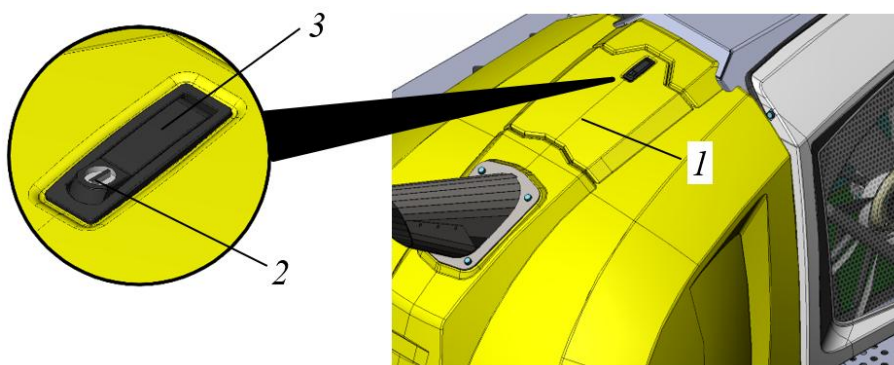

Рисунок 5.53. Процедура открытия лючка капота моторного отсека
- ▶ Нажать на фиксатор 2, поднять вверх до упора замок крышки лючка 3, открыть лючок капота 1, рис. 5.53.
- ▶ Закрывать лючок капота 1, рис. 5.53.